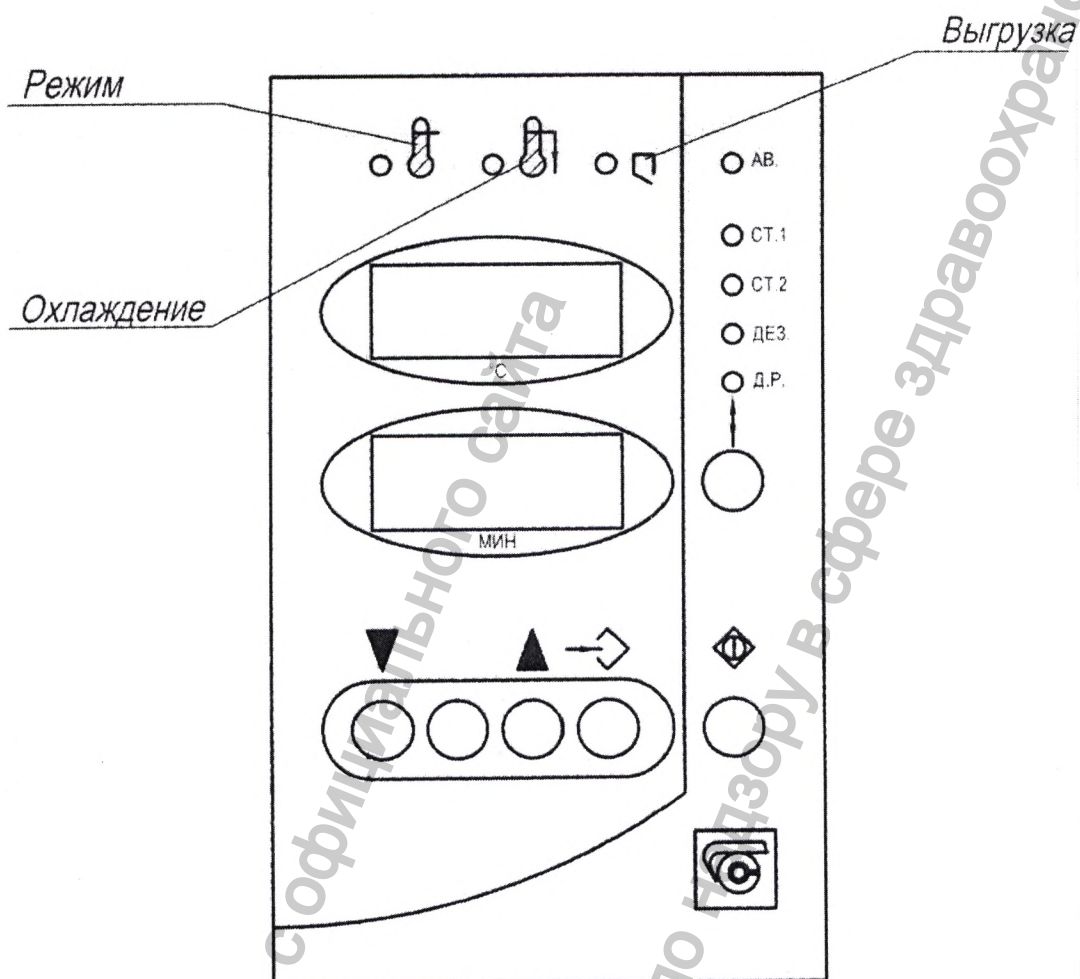

Рисунок 2 – Панель пульта управления
10.4 Включить стерилизатор, нажав на выключатель сети, расположенный внизу приборного отсека, при этом включится вентилятор, на индикаторах температуры «°C» появится значение текущей температуры в камере. Выбрать нужную программу работы стерилизатора путем последовательного нажатия клавиши «↑» на панели управления (рисунок 2). При этом загорается соответствующий данной программе светодиод. На индикаторах температуры появится значение номинальной температуры выбранного режима, а на индикаторах времени «МИН» – время выдержки для выбранного режима